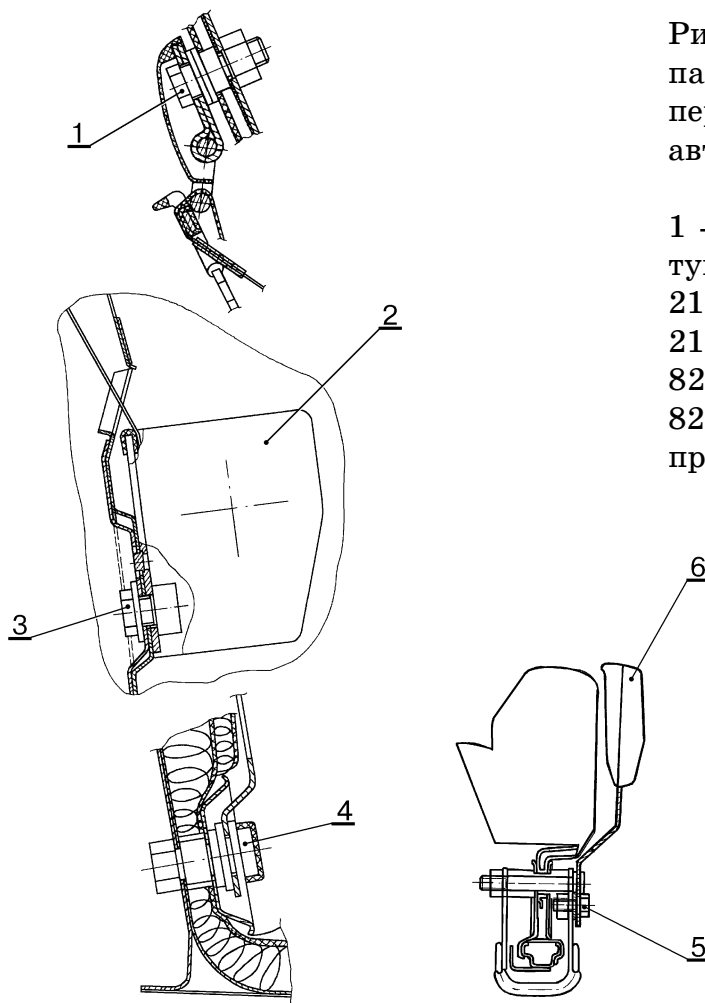

Рис.1. Крепление ремня безопасности 2114-8217020/021 переднего правого/левого на автомобиле ВАЗ-2108.
- 1.3 Отвернуть болт 1, рис.1, крепления скобы ремня на центральной стойке (ключ 17 кольцевой).
1.6 Отвернуть болт 3, рис.1, крепления катушки 2 и болт 4 крепления ветви ремня на пороге пола (ключ 17 кольцевой).